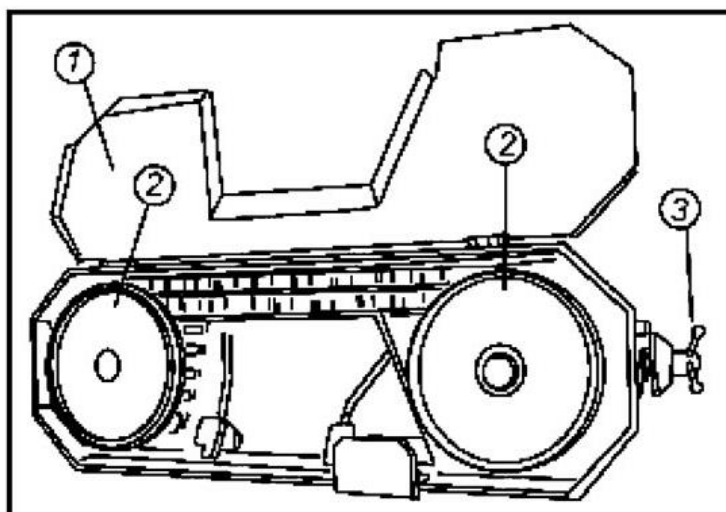

Fig. 10
- ✓ Decuplați și ridicați protecția volantelor (1 fig 10);
- ✓ Slăbiți banda de tăiere cu ajutorul roțiței de mână (3 fig 10);
- ✓ Scoateți banda uzată de pe roată (2 fig 10)
- ✓ Strângeți banda cu ajutorul roțiței speciale de mână (3 fig 10)